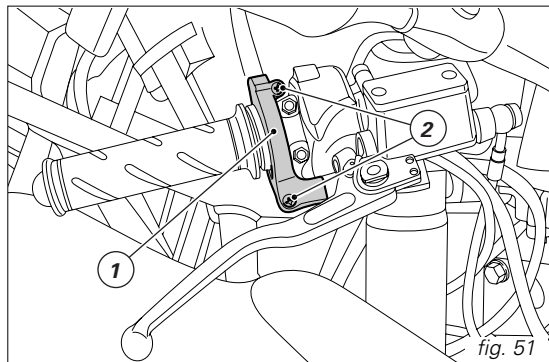

fig. 51
Nel caso della trasmissione acceleratore si consiglia di rimuovere il coperchietto (1, fig. 51) del comando, svitando le due viti di fissaggio (2), quindi ingrassare l'estremità del cavo e la carrucola.